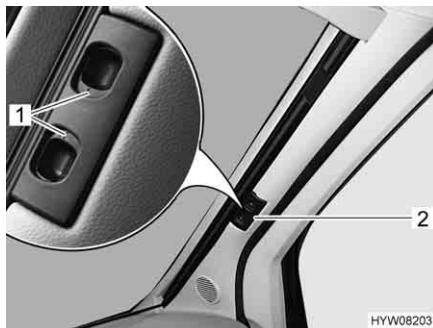

Fig. 5 Tendine oscuranti pieghevoli per il parabrezza (Fiat)
- Spingere verso l'esterno le due metà della tendina oscurante pieghevole del parabrezza per la maniglia (Fig. 5,2) fino all'arresto.
- Fare innestare le maniglie di sbloccaggio (Fig. 5,1).